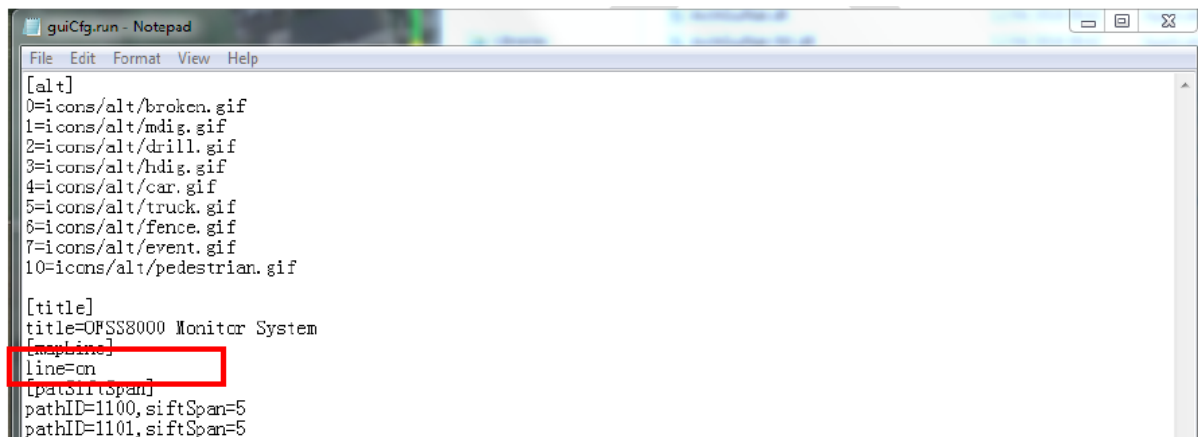

Рисунок 38. Настройка онлайн-карт
- f) После завершения настроек нажмите на пункт «Browse\*: 80 02 (http)» (Просмотр\*: 80 02 (http)), как показано на рис. 38, после чего отобразится надпись «Shanghai VoHi» означающая, что служба карт успешно настроена.